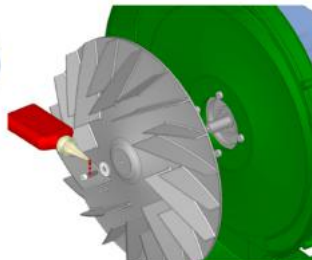

FIGURA 4
2. Fissare la ventola Ø310 all'albero del motore elettrico, utilizzando n°1 vite M5 TCEI UNI 5931 e rondella UNI 6593 (bulloneria fornita) con coppia max 8Nm. Si raccomanda l'utilizzo di frenafili sulla vite per un bloccaggio più efficace (Loctite 270 o similare) (FIGURA 4);